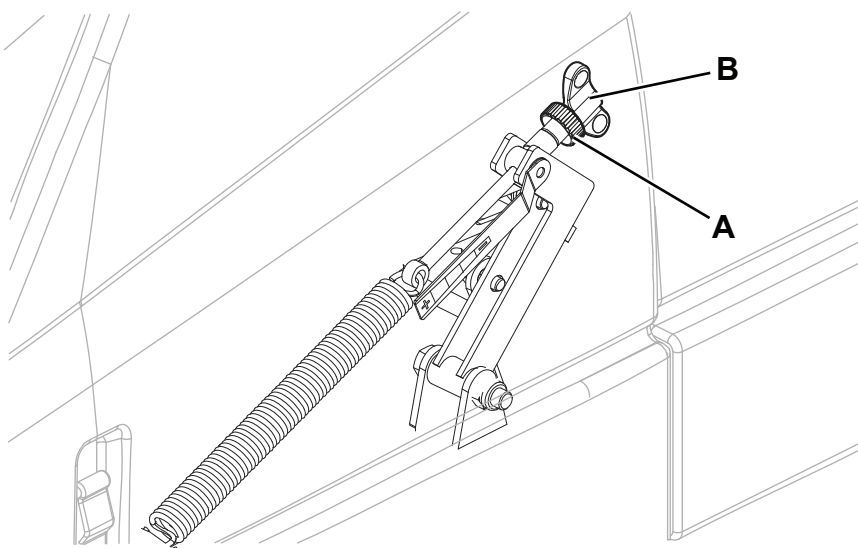

Рис. 5
7. Чтобы отрегулировать щетку, откройте капот отсека двигателя (1) с помощью разблокирующей кнопки (25), ослабьте ручку (А, Рис. 5) и воспользуйтесь регулятором основной щетки (В), учитывая следующее: